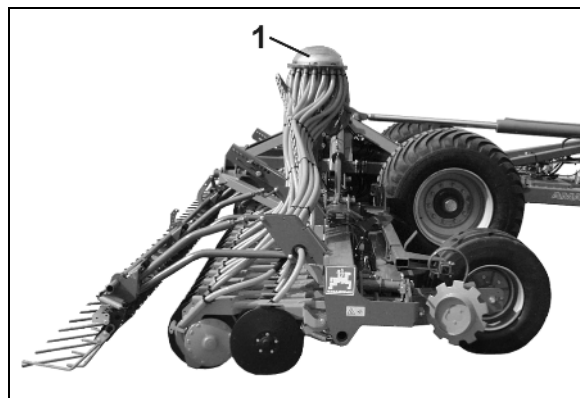

Fig. 41
I Fig. 41 vises ved hjælp af et par eksempler, hvordan kørespor anlægges:
- Find følgende i det følgende skema (Fig. 41):
Visningen Fig. 41 viser bl.a. eksempler på anlægning af kørespor med køresporsrytme 4 og 6 .